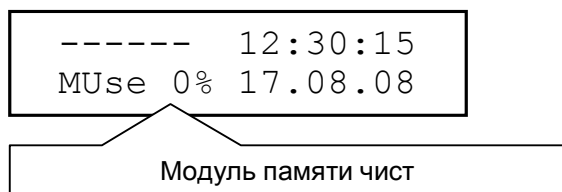

Рисунок 12
- Убедиться, что на индикаторе показывается 0% использования памяти модуля (см. Рисунок 12)